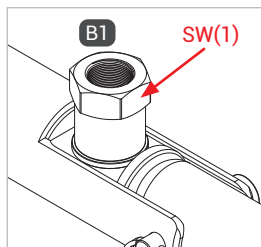

Abbildung 1
- ▶ Halten Sie beim Montieren der Medienleitung an der Schraubfläche SW(1) (Abbildung 1) mit einem Gabelschlüssel gegen.
- ▶ Verschrauben Sie die Betriebsmedienzuleitung „B1“ druckdicht mit dem Anschluss der Medienleitung (Abbildung 1). Anzugsdrehmoment siehe untenstehende Tabelle.